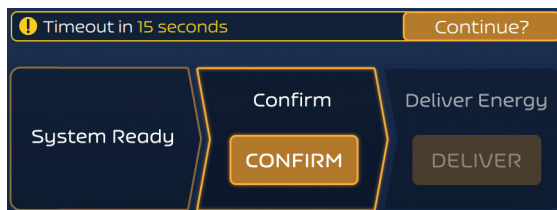

Bild 8. Varningsmeddelande för tidsgräns
3. När knappen PREPARE (FÖRBERED) har aktiverats kommer den att vara aktiverad i cirka fyra minuter. Om den tiden överskrids kommer FARASTAR PFA-generatorn att återgå till viloläget, vilket kommer att kräva en omstart. En nedräkningstimer visas 15 sekunder innan tidsgränsen nås. Du kan trycka på knappen CONTINUE (FORTSÄTT) under nedräkningen för att starta en andra fyra minuters period (se bild 8). Om den andra perioden överskrids kommer FARASTAR PFA-generatorn att återgå till viloläget, vilket kommer att kräva en omstart.
OBS! Knappen DELIVER (TILLFÖR) är endast aktiverad i 10 sekunder, efter det måste du trycka på CONFIRM (BEKRÄFTA) igen. Knappen CONFIRM (BEKRÄFTA) kommer att vara aktiverad i 4 minuter. Om den tiden överskrids kommer FARASTAR PFA-generatorn att återgå till viloläget, vilket kommer att kräva en omstart. En nedräkningstimer visas 15 sekunder innan tidsgränsen nås. Du kan trycka på knappen CONTINUE (FORTSÄTT) under nedräkningen för att starta en andra fyra minuters period (se bild 8).